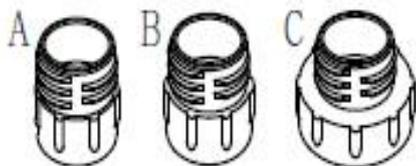
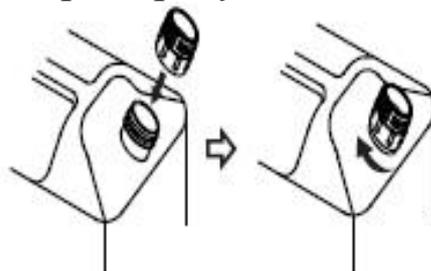

Рисунок 28
Рисунок 29
3. В комплекте с насосом поставляются три различных адаптера диаметрами 65мм, 48мм и 46мм (смотрите рисунок 28 ниже) - выберите необходимый Вам и установите его на горловину емкости (смотрите рисунок 29 ниже).